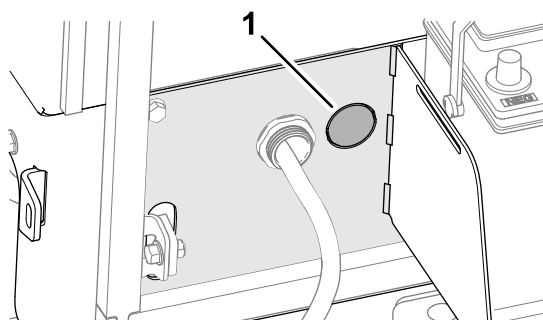

Figure 8
1. Sur le côté gauche du support de la batterie, retirez l'obturateur défonçable du support de radiateur (Figure 8).